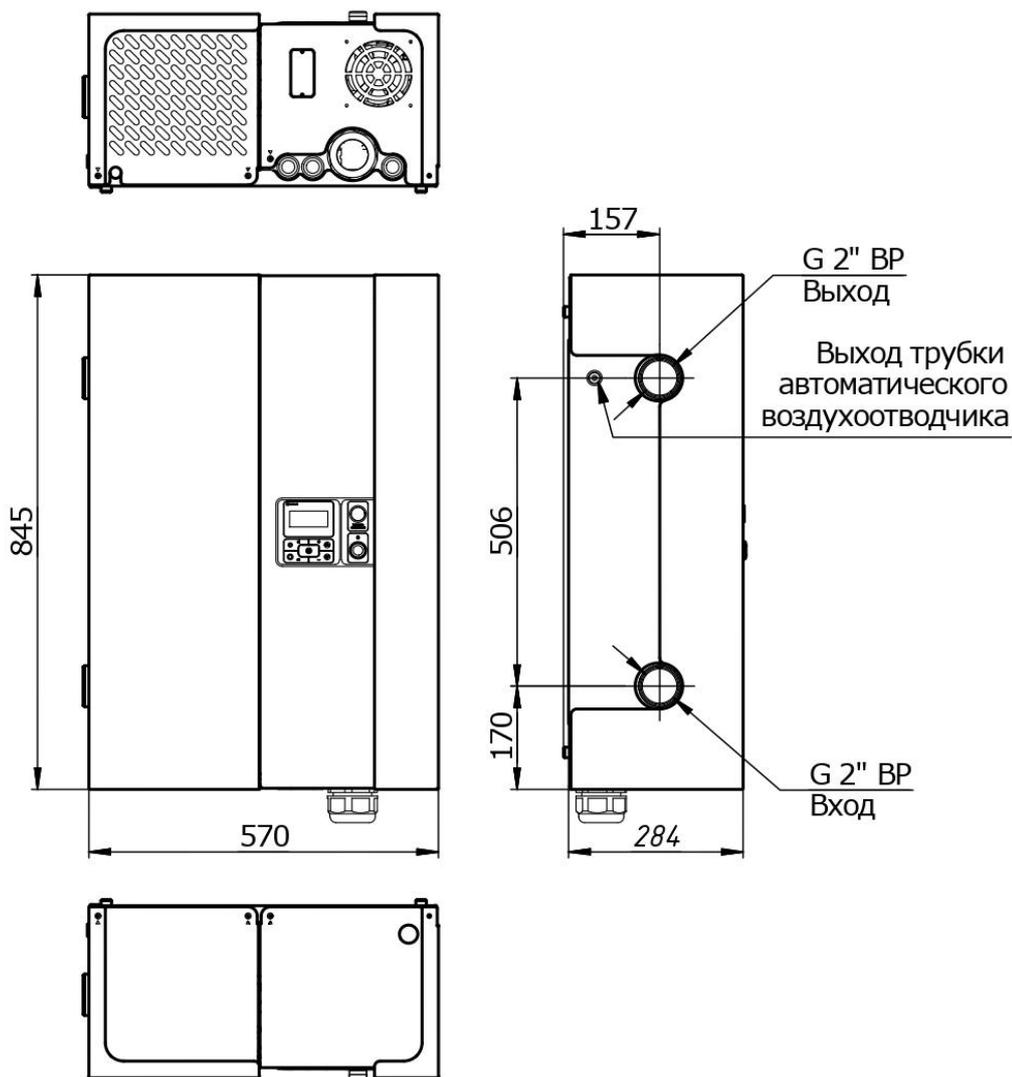

Рис. 1
4.1. Габаритные и присоединительные размеры электродотла ЭНЕКО ПРОФЕССИОНАЛ показаны на рис. 1.